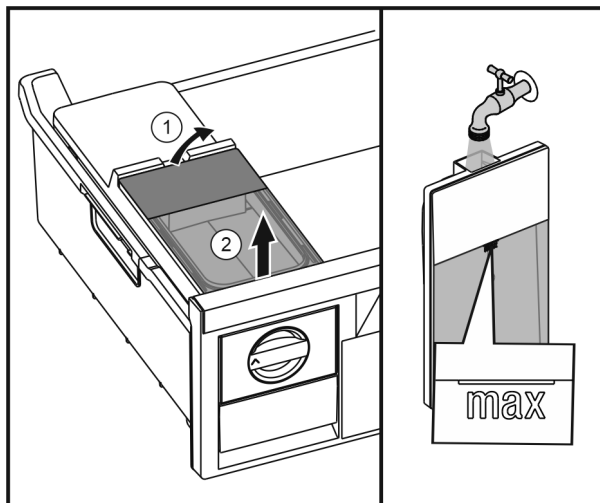

Fig. 30
- ▶ Повдигнете резервоара за вода отзад Fig. 30 (1) и извадете нагоре Fig. 30 (2).